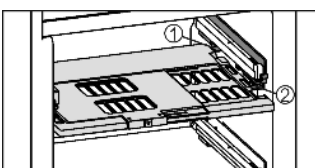

Fig. 8
- ▶ Feuchteregulierungsplatte einsetzen: Deckelstege der Platte von unten in die hintere Halterung Fig. 8 (1) einführen und vorne in die Halterung Fig. 8 (2) einrasten.